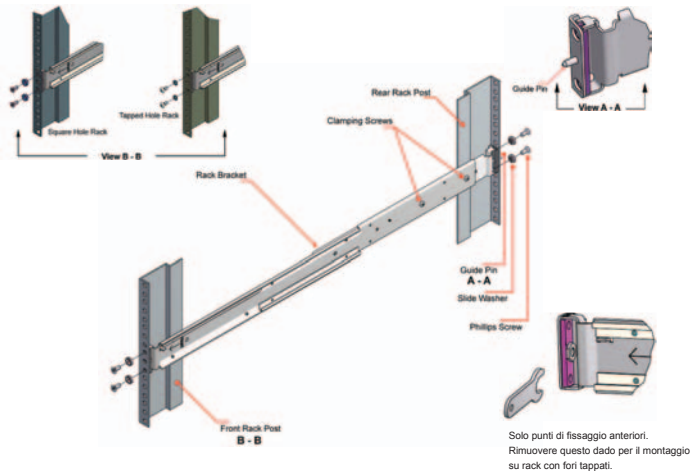

Figura 3: fissaggio delle staffe al rack (la figura si riferisce al lato sinistro)
4. Montare le staffe del rack sugli appositi supporti seguendo la procedura descritta di seguito (*vedere la Figura 3*). Le staffe sono universali e possono essere montate indifferentemente su ciascun lato.